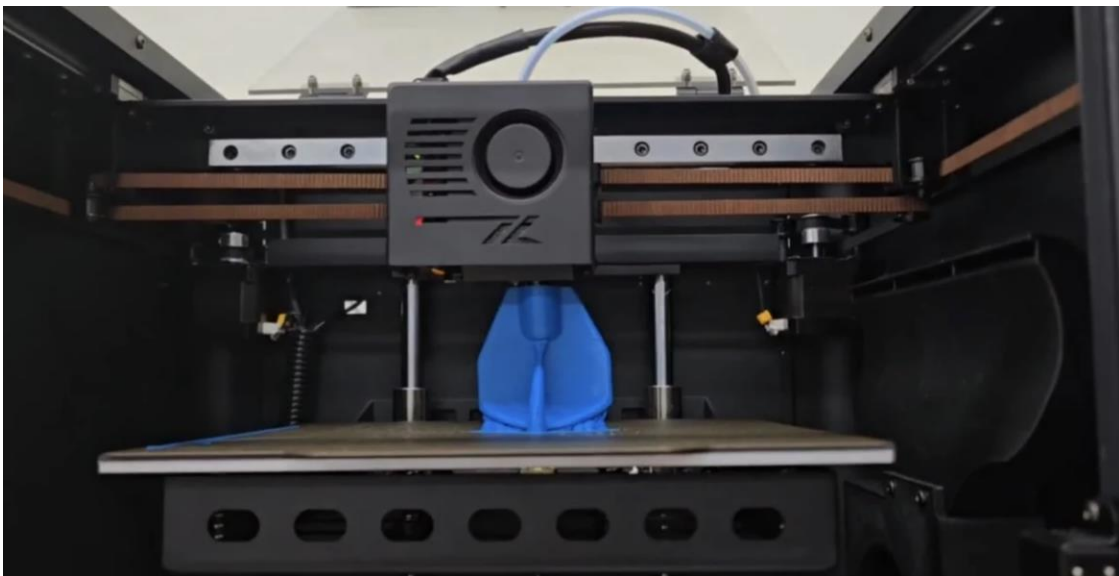

Рис. 32. Промежуточный результат печати
1. первые 10–15 минут — критический период: оставайтесь рядом (Рис. 32);